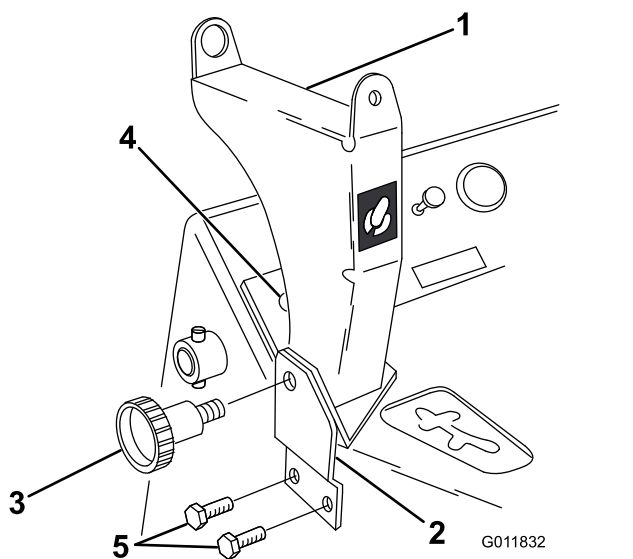

Figure 8
2. Alignez le support sur le côté gauche du groupe de déplacement, comme montré à la Figure 8.
3. Marquez l'emplacement des 2 trous du support de montage sur le groupe de déplacement et du trou du support d'orientation sur le panneau de commande (Figure 8).
4. À l'aide d'un foret de 0,290 pouce (taille L), percez les trous du support de montage dans le cadre du groupe de déplacement (Figure 8).
5. À l'aide d'un foret de 3/8 pouce, percez le trou du support d'orientation dans le panneau de commande (Figure 8).
6. Fixez le support de montage avec les 2 vis autotaraudeuses (5/16 x 3/4 po) (Figure 8).